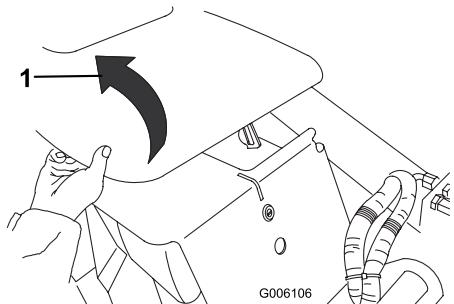

Figure 21
- Soulevez le capot (Figure 21).